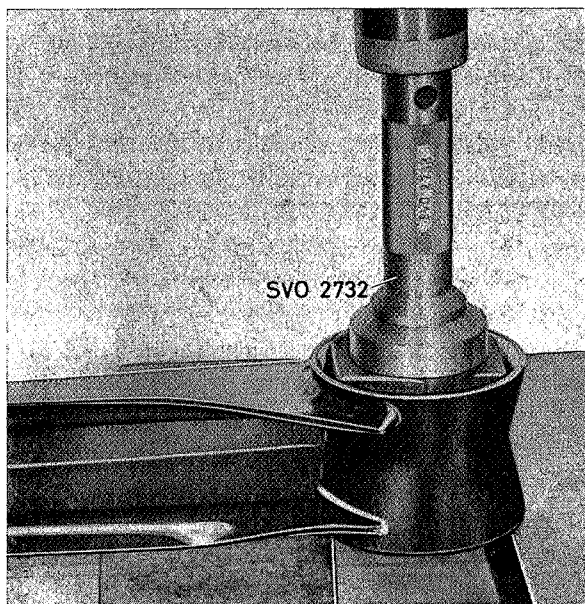

Fig. 7-10. Het verwijderen en (monteren) van de voorste bus, draagarm
4. Pers de voorste bus uit met SVO 2732. Smeer de nieuwe bus met **olie** in en pers hem met hetzelfde gereedschap overeenkomstig Fig. 7-10 in. Zorg ervoor dat de vlakke kanten van de bus in dezelfde stand, haaks op de draagarm staan (Fig. 7-10).